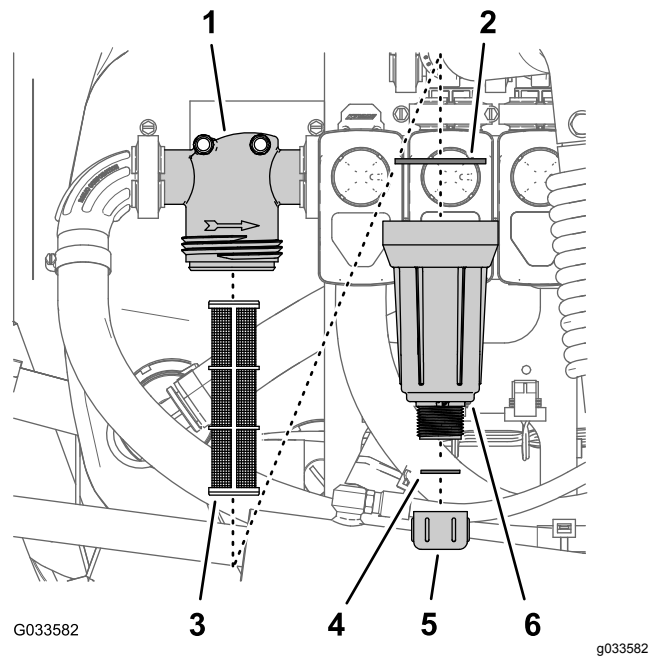

Figura 106
2. Coloque un recipiente de drenaje debajo del filtro de presión (Figura 106).
3. Gire el tapón de vaciado en sentido antihorario y retírelo de la cubeta del filtro de presión (Figura 106).
4. Enrosque la cubeta en sentido antihorario y retire la cabeza del filtro (Figura 106).
5. Retire el elemento usado del filtro de presión (Figura 106).
6. Inspeccione la junta del tapón de vaciado (situada dentro de la cubeta) y la junta de la cubeta (situada dentro de la cabeza del filtro) en busca de daños o desgaste (Figura 106).
7. Instale el elemento nuevo del filtro de presión en la cabeza del filtro (Figura 106).
8. Instale la cubeta en la cabeza del filtro, y apriétela a mano (Figura 106).
9. Coloque el tapón de vaciado en el acoplamiento inferior de la cubeta, y apriete el tapón a mano (Figura 106).